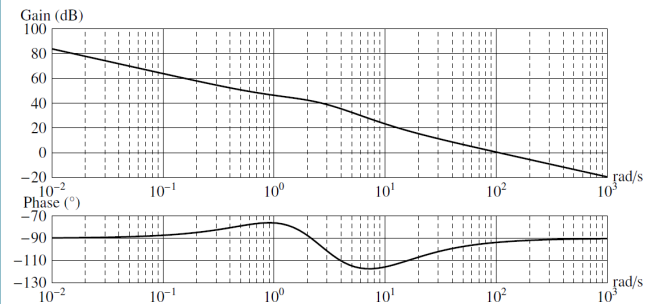
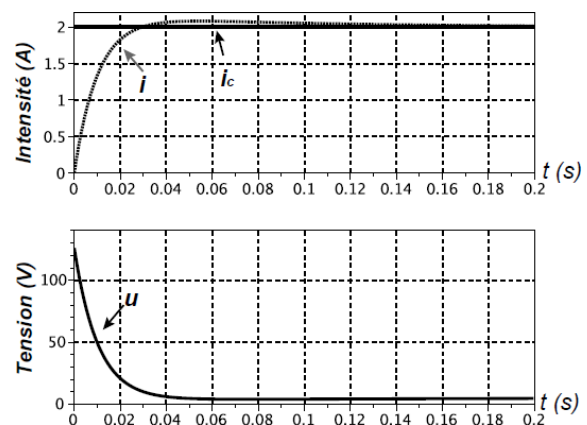
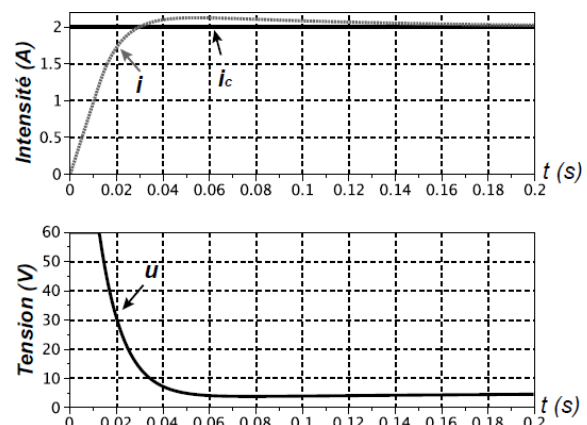

FIGURE 12 – Diagrammes de Bode en boucle ouverte avec réglage du correcteur PI effectué
FIGURE 13 – Réponses temporelles avec réglage du correcteur PI effectué
FIGURE 14 – Réponses temporelles du système finalement implanté
La Figure 14 représente le diagramme de Bode de la fonction de transfert en boucle ouverte du système modélisé Figure 13, avec  $b = \frac{5 \times 10^{-2}}{\pi} \text{ mm rad}^{-1}$
**Question 8** Préciser l'expression de la fonction de transfert en boucle ouverte de la figure 16 puis vérifier la cohérence du diagramme de Bode de la Figure 14 en analysant les « zéros de transmission ».
Une fois le correcteur réglé, on obtient les diagrammes de Bode en boucle ouverte (Figure 12) et les réponses temporelles (Figure 13), pour un échelon d'intensité  $i_c(t)$  de 2 A.
Le correcteur reste inchangé. Afin de palier au problème identifié précédemment, on apporte une dernière évolution au sein du calculateur. Cela permet de respecter les exigences de l'asservissement. Figure 14 présente les réponses temporelles du système pour un échelon d'intensité  $i_c(t)$  de 2 A.